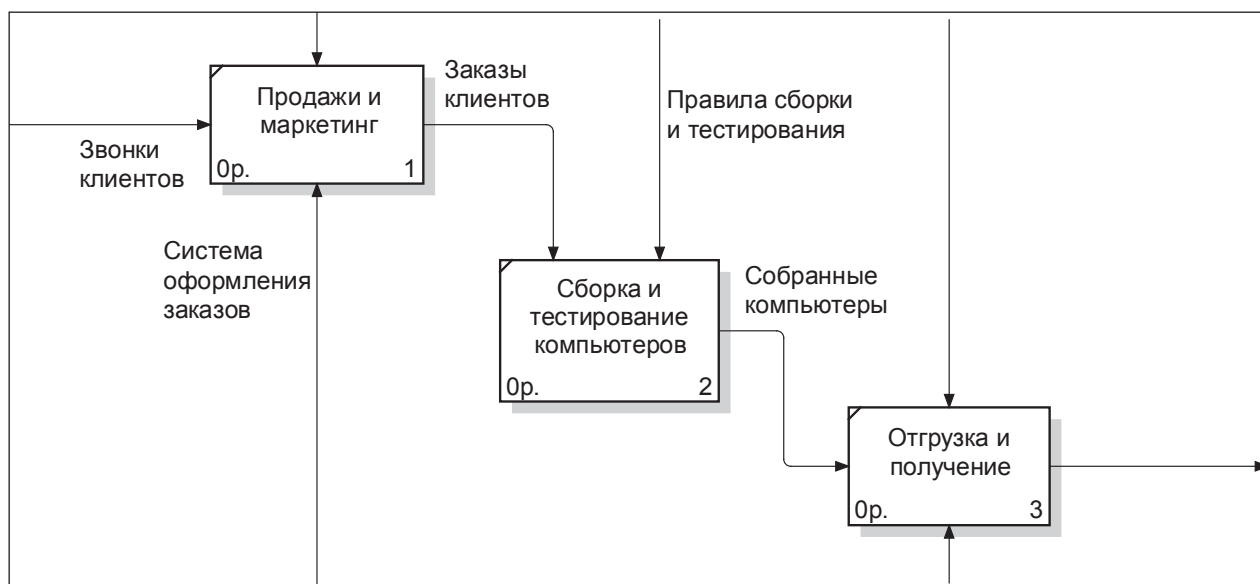

Рис. 2.5. Внутренние стрелки на диаграмме A0
8. Создайте новые внутренние стрелки, как показано на рис. 2.5.